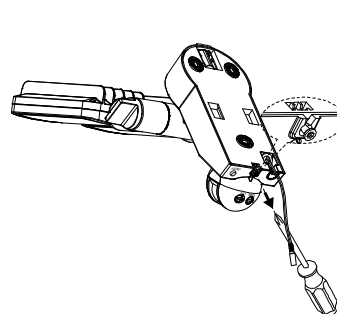

Bild 1
- Lösen Sie die Schraube (Bild 1) der Wandhalterung